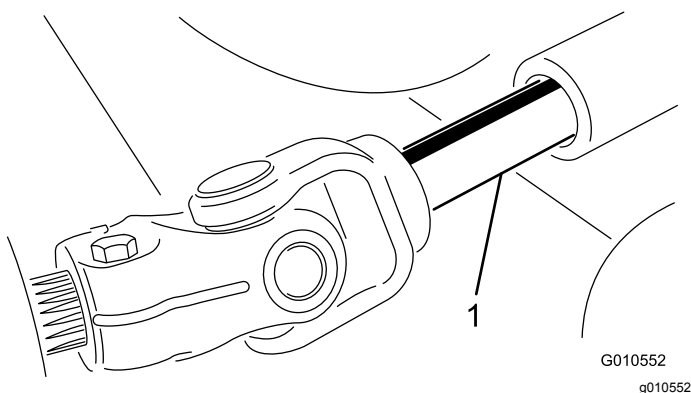

Figure 23
5. Éloignez l'unité de coupe de la machine, en séparant les parties mâle et femelle de l'arbre de PDF (Figure 23).
3. Insérez l'arbre de PDF mâle dans l'arbre de PDF femelle (Figure 23).